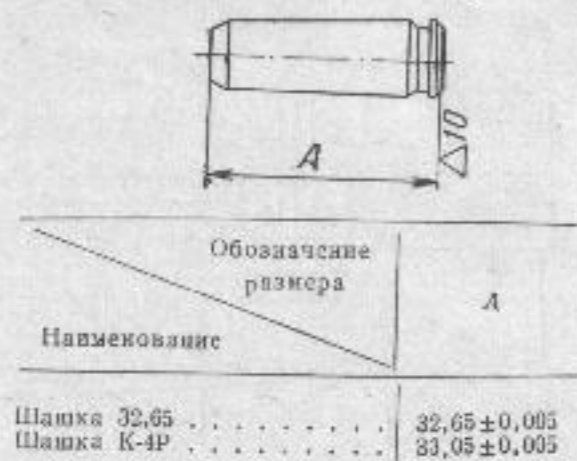
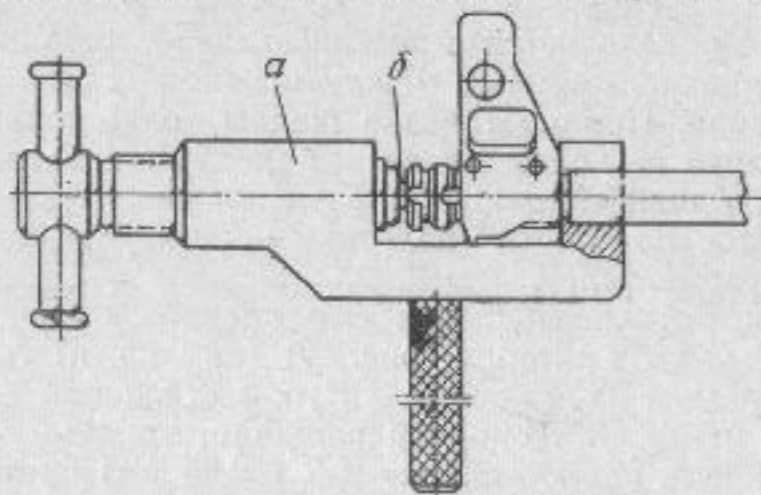

Рис. 43. Обработка шляпки калибра-шашки
Рис. 44. Схема установки струбины:
Если нет калибра-шашки К-4Р, использовать калибр-шашку К-5, у которой шляпка должна быть сошлифована до размера  $A$ , равного 33,05 мм (рис. 43).
6. Проверить, нет ли перекоса затвора. Для этого вставить в патронник калибр-шашку с размером 32,65 мм. Если нет калибра-шашки с размером 32,65 мм, использовать калибр-шашку К-3, у которой шляпка должна быть сошлифована до размера  $A$ , равного 32,65 мм (рис. 43), закрыть затвор и с помощью стержня (рис. 53) и струбины (рис. 54) прижать затвор к боевым уступам ствольной коробки (рис. 44); в этом случае затворная